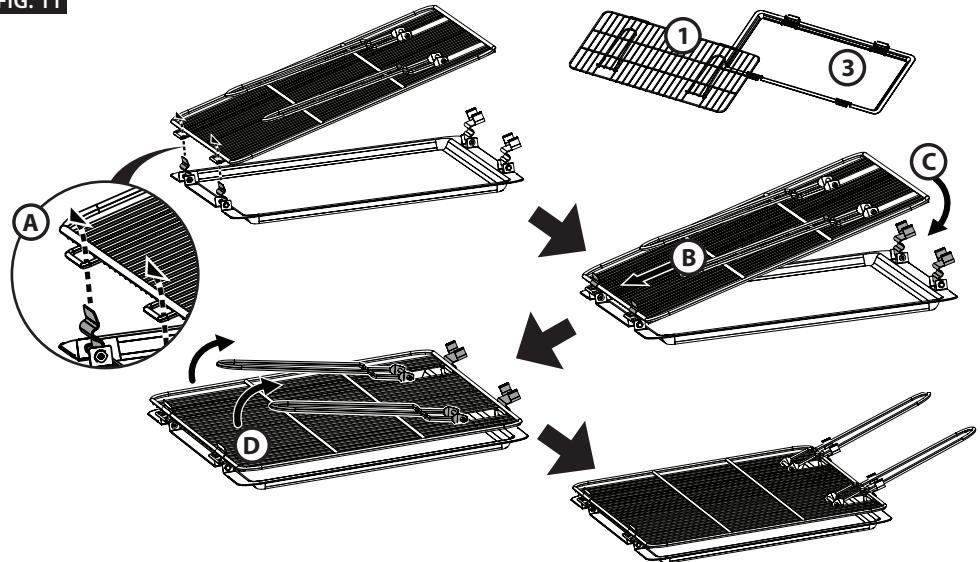

FIG. 12
9. Setzen Sie den zusammengesauten Rost in die Kammer ein (Abb. 12). Platzieren Sie die Einheit nicht in einer Position, die den Betrieb des Spießes beeinträchtigen könnte; und benutzen Sie nicht sowohl Rost als auch Spieß gleichzeitig zum Grillen in der Kammer.